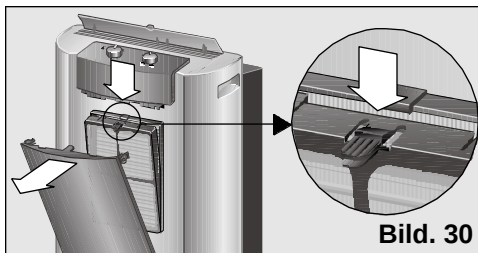

Bild. 30
Alla modeller har ett basfunksionsfilter för luftrening och detta filter måste rengöras med jämna mellanrum, **Bild 29**. Vid rengöring tar Du ut filtret ut genom att trycka på det fjädrande clips som finns på dess ovansida, **Bild 30**. För att göra rent filtret räcker det med att Du håller det under rinnande vatten och sedan torkar det innan Du sätter det tillbaka igen.
- ☐ Avlägsna basfunksionsfiltret ur apparaten, **Bild 30**.